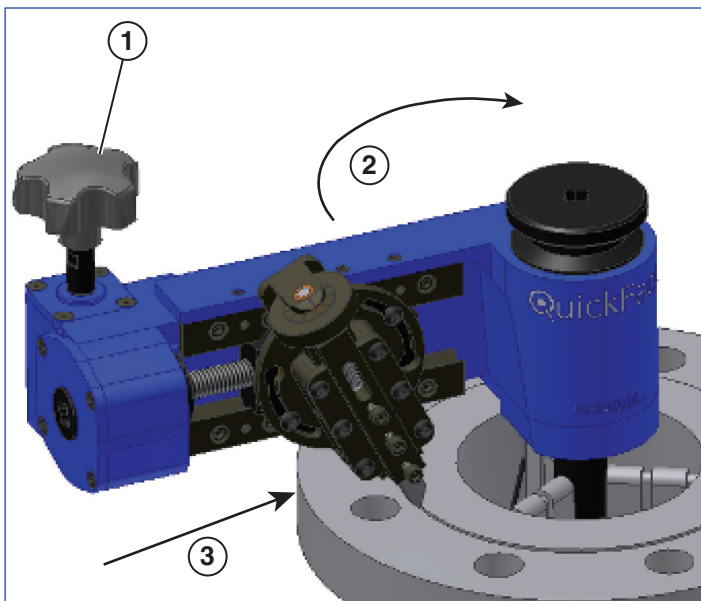

Figure 14
7. Saisir fermement la poignée d'avance dans la paume de la main. En la saisissant fermement, tirer le QuickFace autour de la pièce à travailler dans le sens horaire (voir figure 14). S'assurer qu'il n'y a pas de vêtement lâche ou d'autres obstacles sur le chemin de coupe ou dans le périmètre d'action du QuickFace. Si la coupe requiert un couple supérieur à celui souhaité, retirer l'outil rapporté de la coupe au moyen de la poignée de réglage de profondeur. SI LA MACHINE NE PEUT PAS ÊTRE CONFORTABLEMENT TIRÉE AUTOUR DE LA PIÈCE À TRAVAILLER, ARRÊTER L'OPÉRATION ET RÉAJUSTER LA PROFONDEUR DE COUPE.